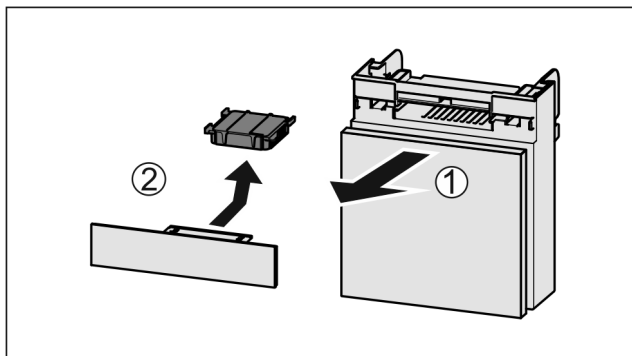

Fig. 225
- ▶ Вытянуть Fig. 225 (1) отделение движением вперед.
- ▶ Извлечение Fig. 225 (2) фильтра с активированным углем.